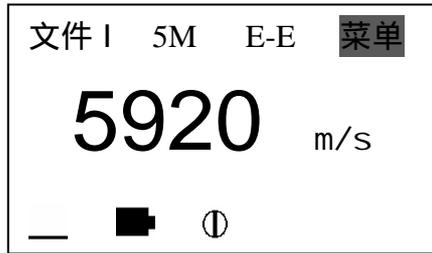

图 18
- a. 按 **MODE** 键移动光标至**菜单**，如图 18：
a. 按 **MODE** 键移动光标至菜单，如图 18。
- 按 **MODE** 键移动光标至菜单，如图 18。
- a. 按 **MODE** 键移动光标至菜单，如图 18。